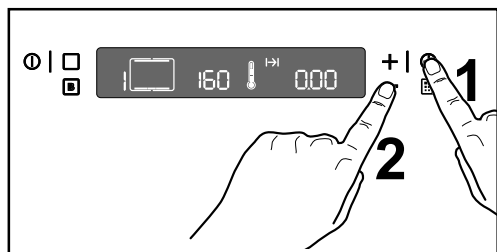

Fig. 11
2. Appuyez alors sur la commande jusqu'à ce que l'affichage du temps indique „0.00” (Fig. 11).